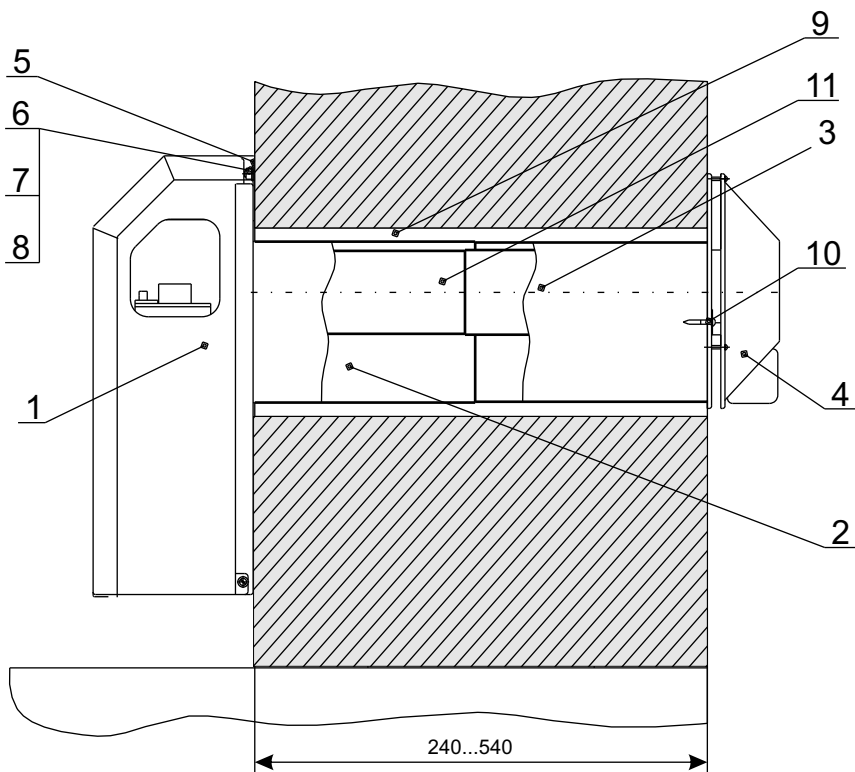

Рис. 2. УСТАНОВКА КОНВЕКТОРА
6.4.2. Установить патрубок воздуховода 2 (рис. 2) на оси канала горизонтально так, чтобы торец выступал над внутренней плоскостью стены на 25 мм и зафиксировать патрубок деревянными клиньями, во избежание его деформации.
6.4.3. Установить газоход наружный 4 (рис.2) заподлицо с внешней плоскостью стены горизонтально по оси канала, совместив при этом вставку 3 и воздуховод 2. (разрывы в соединениях не допускаются), и зафиксировать деревянными клиньями.
6.4.6. Зафиксировать на стене шпильки крепления конвектора (см. рис.2)
6.4.8. Установить конвектор проушинами 5 (рис.2) на шпильки крепления 6 (рис.2) соединив при этом патрубок дымохода с фиксированным патрубком газохода наружного. Патрубок воздуховода 2 (рис.2) разместить в кольцевом пазе конвектора на прокладку (базальтовый шнур). **Выставить вертикально конвектор и закрепить его гайками п.6 обеспечивая при этом плотный и герметичный прижим конвектора к воздуховоду.** Установить прижимы и закрепить ими воздуховод в пазе конвектора.